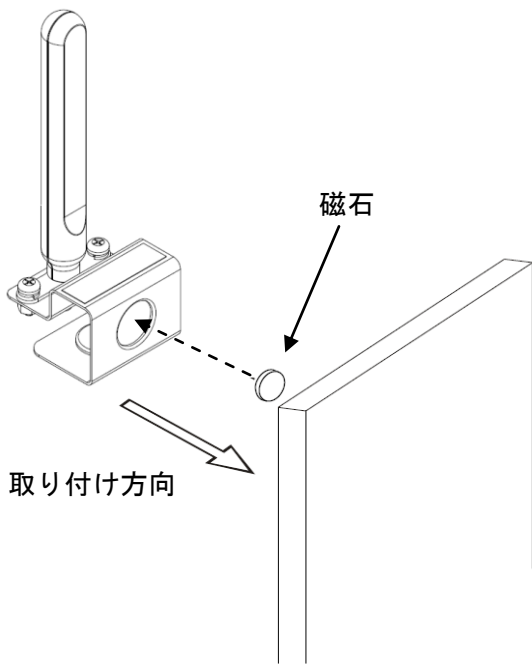

図 5 アンテナの垂直面への取り付け
- ・アンテナを垂直面に取り付ける場合は図5を参照の上、磁石を基台の側面に実装してから凹凸のない鉄製の平面部に固定してください。